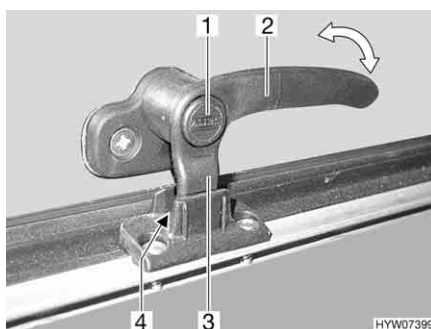

Fig. 36 Leva di serraggio in posizione "Aerazione continua"
- In posizione di "Aerazione continua" (Fig. 36)
- Premere il bottone di sicurezza (Fig. 36,1) e mantenerlo premuto.
- Ruotare la leva di serraggio (Fig. 36,3) di un quarto di giro verso il centro della finestra.
- Girare nuovamente all'indietro la leva di serraggio. Riportare contemporaneamente il nasello di chiusura (Fig. 36,3) della leva di serraggio nella rientranza della chiusura della finestra (Fig. 36,4).
- Rilasciare il bottone di sicurezza (Fig. 36,1).